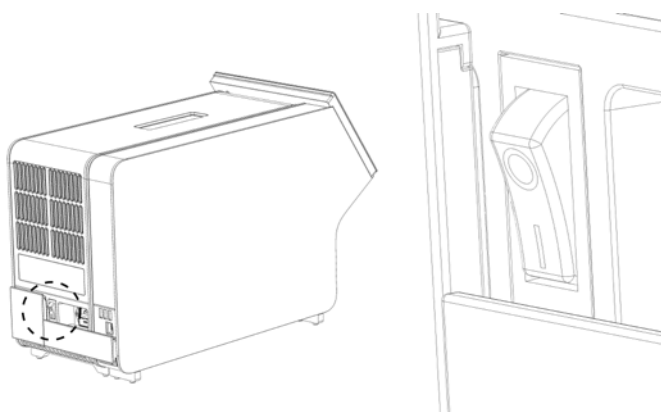

Figura 11. Ubicación del interruptor de alimentación y configuración en la posición "I".
9. Encienda el instrumento pulsando el interruptor de alimentación situado en la parte posterior del módulo analítico en la posición "I" (figura 11). Compruebe que los indicadores de estado del módulo analítico y del módulo operativo sean de color azul.